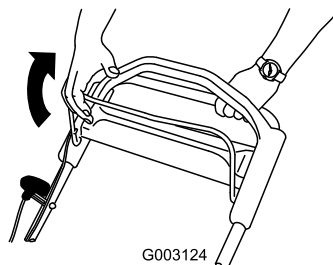

Figura 15
1. Tire de la barra de control de la cuchilla hacia el manillar (Figura 15).